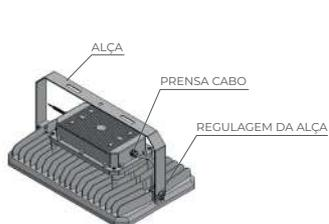

Figura 01
- Coloque o parafuso no orifício da alça de fixação para a regulagem de ângulo desejada, aperte-o utilizando uma chave Allen M5. Veja figura 01 e 02.
- Utilize uma haste para fixação com comprimento de rosca M10 mínimo de 18 mm, utilize trava rosca. Fixe ao teto ou a estrutura metálica. Veja figura 01.
③